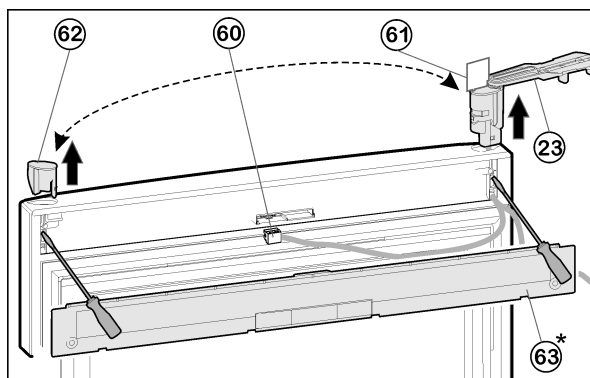

Fig. 11
- ▶ Décliqueter le cache Fig. 11 (63) sur la porte à l'aide du tournevis.
- ▶ Débrancher la fiche Fig. 11 (60).
- ▶ A la porte supérieure, tourner le support d'appui Fig. 11 (23) vers l'extérieur parallèlement à l'arête de la porte.
- ▶ Pousser le support d'appui Fig. 11 (23) à partir du bas à l'aide d'un tournevis et l'enlever de la porte complètement avec le câble.
- ▶ Pousser les bouchons Fig. 11 (62) à partir du bas à l'aide d'un tournevis et les enfoncer sur le côté opposé.
- ▶ Enfiler le câble du support d'appui Fig. 11 (23) sur le côté opposé et placer le support d'appui.
- ▶ Enlever le gabarit Fig. 11 (61) et le fixer dans le support d'appui.
- ▶ Enficher la fiche Fig. 11 (60).
- ▶ Encliqueter le cache Fig. 11 (63) sur la porte.